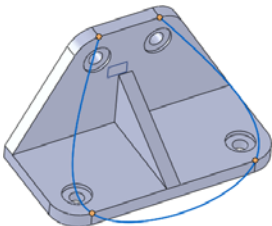
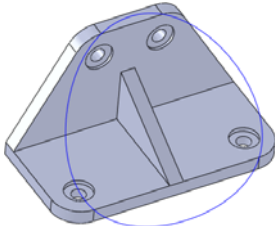

图 7-34 选择参考点
图 7-35 生成通过参考点的曲线
- 03 单击选择如图 7-34 所示的参考点，并勾选【闭环曲线】单选按钮，单击对话框中的【确定】按钮，生成通过参考点的曲线，如图 7-35 所示。